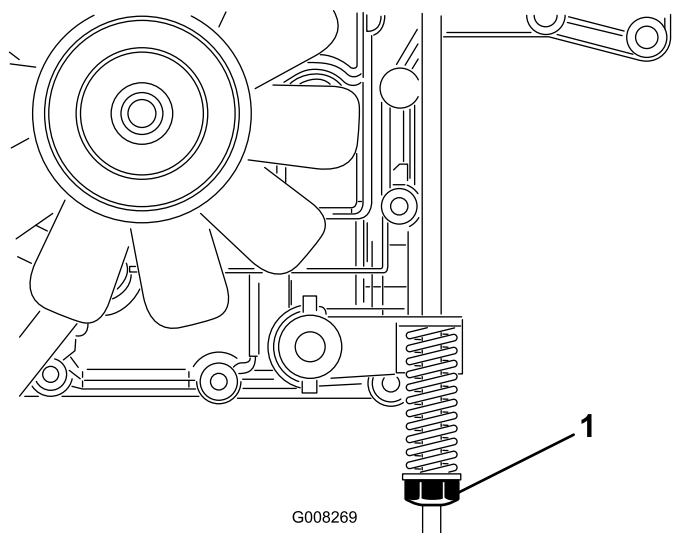

Figura 33
Il freno di stazionamento si trova sul lato destro del ponte posteriore, all'interno del pneumatico posteriore (Figura 33).
3. Girate in senso orario il dado di regolazione del freno, fin quando non riuscirete a spingere la macchina (Figura 33).